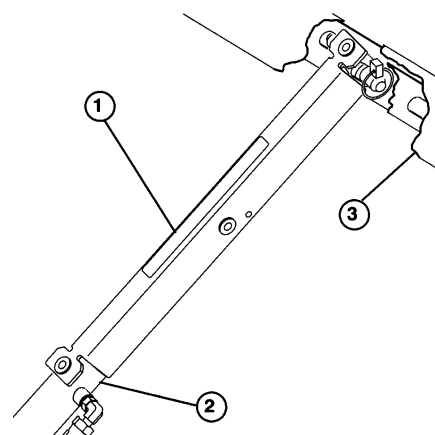

Bild 24
3. Den Muldenständer an die Zylinderstange drücken, wobei die Ständernasen am Ende des Zylinderrohrs und am Zylinderstangenende ruhen (Bild 24).